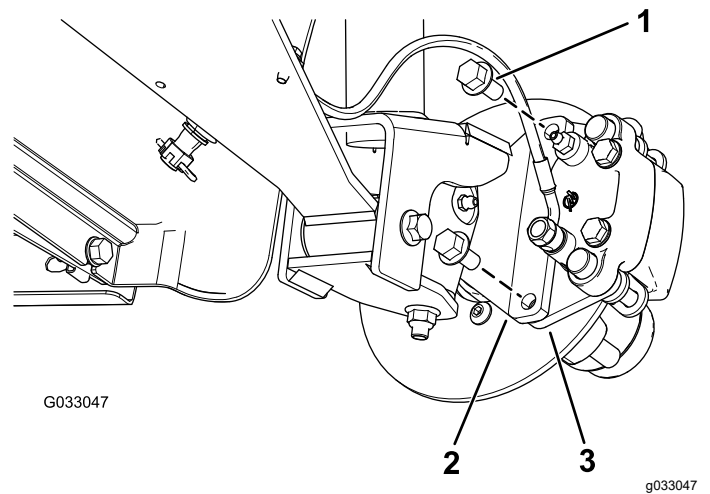
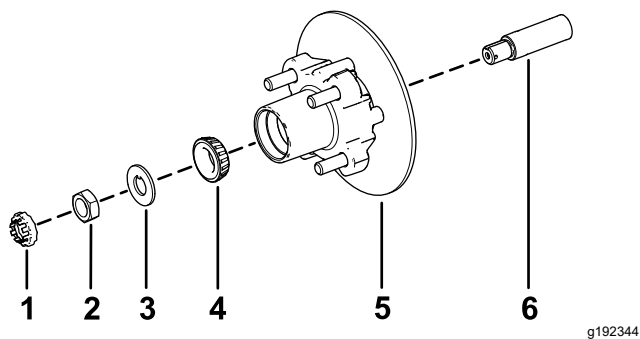

Figure 32
Figure 36
3. Retirez les boulons à embase ($\frac{3}{8}$ " x $\frac{3}{4}$ ") qui fixent le support du frein à la fusée et séparez le frein de la fusée (Figure 32).
- Appliquez une fine couche de la graisse spécifiée sur la fusée (Figure 36).
2. Montez le moyeu et le rotor sur la fusée en plaçant le rotor à l'intérieur (Figure 36).
3. Montez le roulement extérieur sur la fusée et poussez le roulement contre la bague (Figure 36).
4. Montez la rondelle-frein à languette sur la fusée (Figure 36).
5. Vissez l'écrou de fusée sur la fusée et serrez l'écrou à 15 N·m tout en tournant le moyeu pour bien asseoir le roulement (Figure 36).
2. Alignez les plaquettes de frein de chaque côté du rotor (Figure 32) et alignez également les trous dans le support d'étrier et ceux de la fixation du frein sur le porte-fusée (Figure 36).
3. Fixez le support d'étrier au porte-fusée (Figure 32) à l'aide de 2 boulons à embase ($\frac{3}{8}$ " x $\frac{3}{4}$ ").